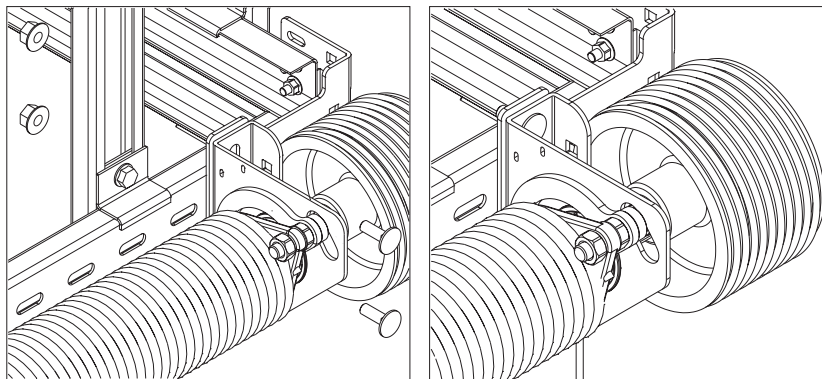

Рис.23.1
- закрепить храповую муфту к правому боковому суппорту двумя болтами М8х25 (рис. 23.1);